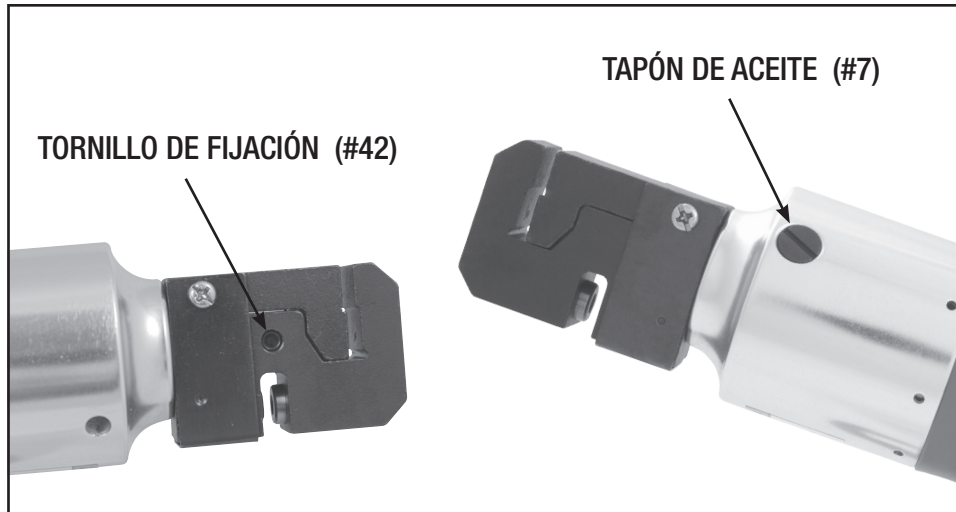

FIGURA 2
2. CUANDO SEA NECESARIO, rellene el sistema hidráulico con un aceite hidráulico de alta calidad. Quite el tapón de aceite (7), rellénelo y reponga el tapón de aceite (7). Ver la figura 2 a continuación.
3. Para ajustar el punzón, afloje el tornillo de sujeción (42) y gire la cabeza de la herramienta. Después de realizar los ajustes necesarios, apriete el tornillo de fijación (42). Ver la figura 2 a continuación.